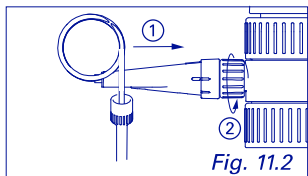

Fig. 11.2
- 2 Install extension tubing (Fig. 11.2 and 12.2)
- 2 Verlängerung montieren (Abb. 11.2 und 12.2)
- 2 Monter la rallonge (Fig. 11.2 et 12.2)